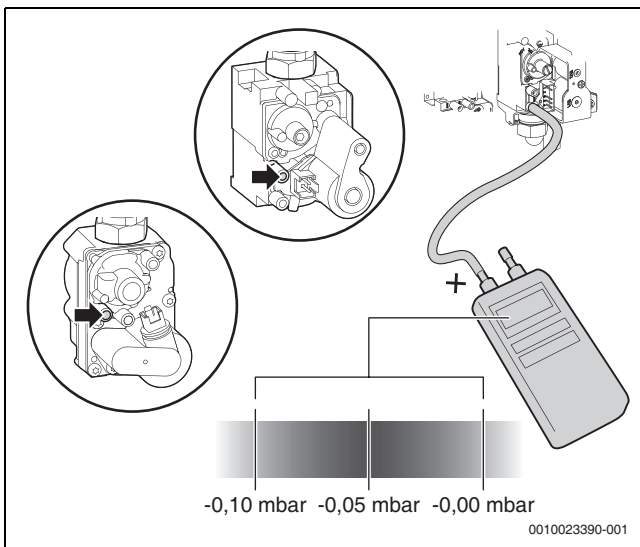

Bild 49 Differenzdruck messen
- ▶ Differenzdruck des Gasventils messen (→ Bild 49). Der optimale Differenzdruck beträgt -0,05 mbar.